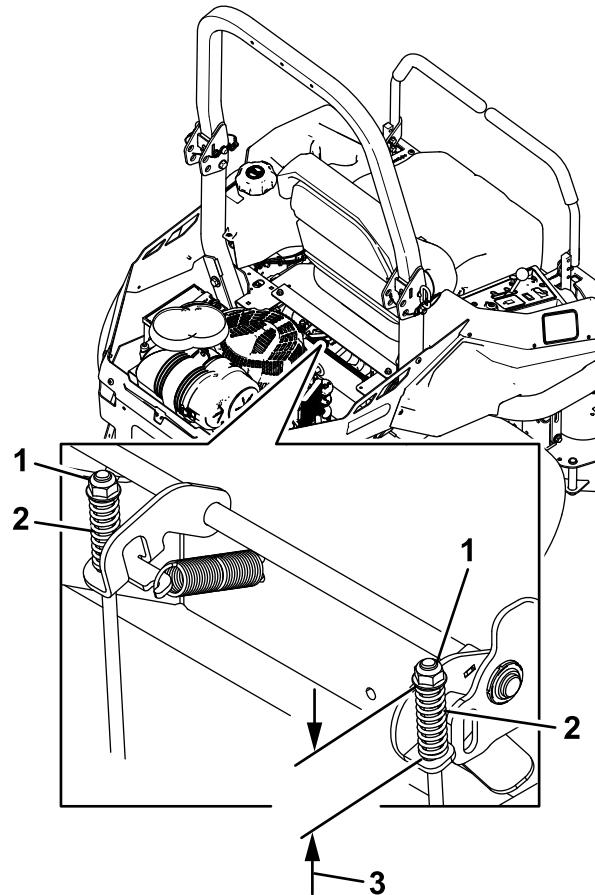

Figure 84
7. Contrôlez les deux longueurs de ressort comme montré à la Figure 84. Si un réglage est nécessaire, tournez l'écrou supérieur dans le sens horaire pour raccourcir le ressort, et dans le sens antihoraire pour l'allonger.